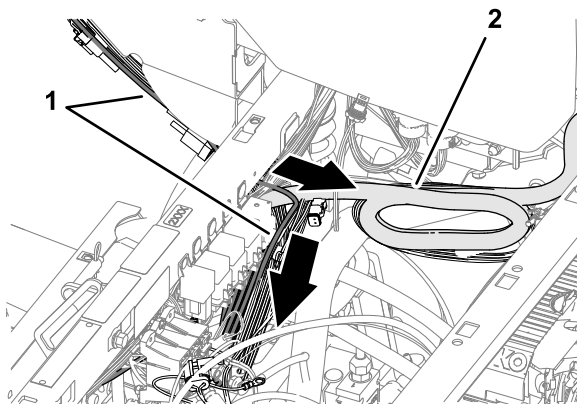

**Figura 62**
1. Enrute el arnés de datos del módem junto al arnés de datos de la consola de control (Figura 62).
2. Enrute el arnés de datos del módem por debajo del tubo de sujeción del amortiguador de la máquina (Figura 62).